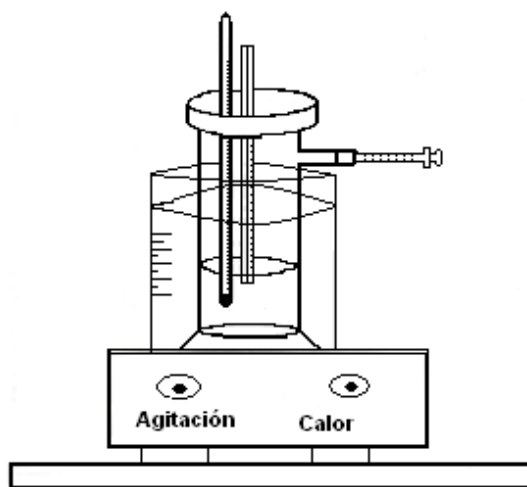

Figura 1. Tensiómetro capilar
1. Colocar aprox. 50 mL del disolvente en estudio en el tensiómetro capilar haciendo coincidir el disolvente con el cero del tubo capilar, ver Figura 1.